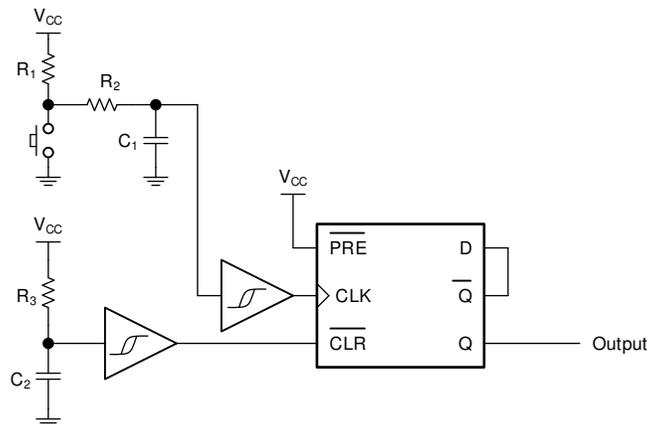

図 8-1. 代表的なアプリケーションのブロック図
図 8-1 に、SN54SC2T74-SEP を使用して 1.8V 信号を 3.3V に昇圧変換し、このアプリケーションの LED を駆動する方法を示します。SN54SC2T74-SEP は出力電流を制限しないため、追加の出力抵抗を使用して適切な電流制限を行います。抵抗の値 (R) は、LED の順方向電圧 (V_D) と LED を流れる目的の順方向電流 (I_D) から次の式を使用して求める必要があります。 $R = (V_{CC} - V_D) / I_D$ 。